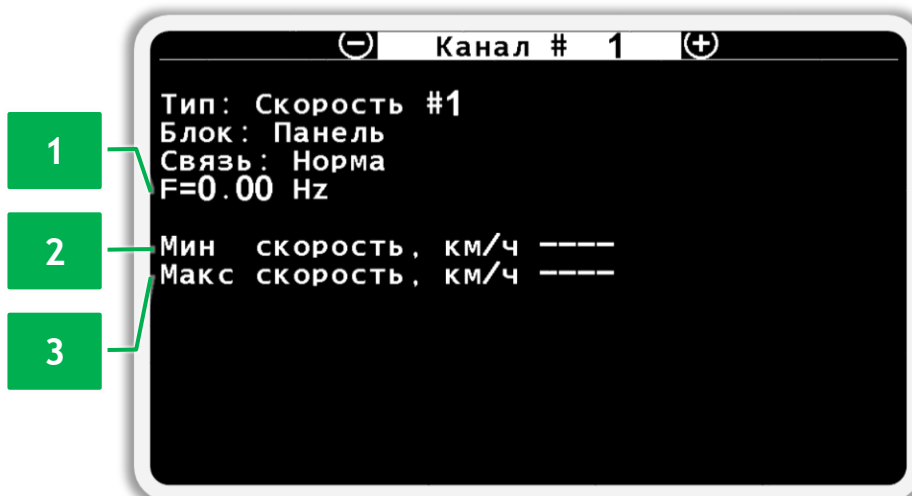

Рисунок 42 Экран просмотра состояния датчика скорости
- значение текущей частоты от датчика (см. Рисунок 42 п.1);
- значение параметра минимальной допустимой скорости движения сеялки (см. Рисунок 42 п.2);
- значение параметра максимальной допустимой скорости движения сеялки (см. Рисунок 42 п.3);